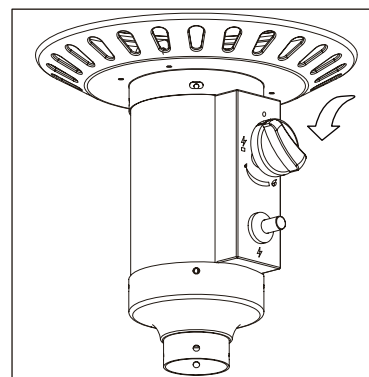

Figure 2
4. Enfoncez le bouton de commande et tournez dans le sens antihoraire à la position "PILOTE" (⚡) (Figure 2).